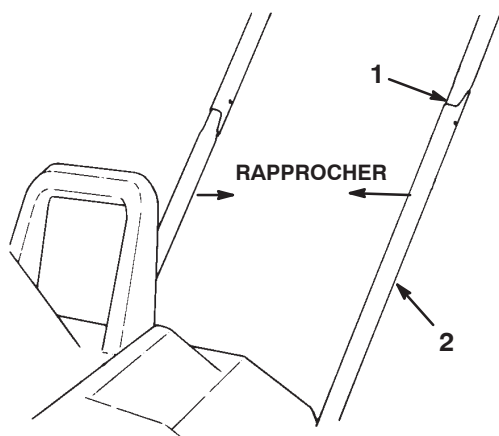

Figure 2
2. Placez le côté droit du tube supérieur avec précaution par-dessus l'extrémité du tube inférieur droit (Fig. 2).
3. Insérez le côté gauche du tube supérieur avec précaution **dans** l'extrémité du tube inférieur gauche (Fig. 2).
4. Rapprochez les tubes supérieurs et agitez-les doucement pour les faire descendre jusqu'à ce que les trous de montage des tubes supérieur et inférieur soient alignés (Fig. 2).